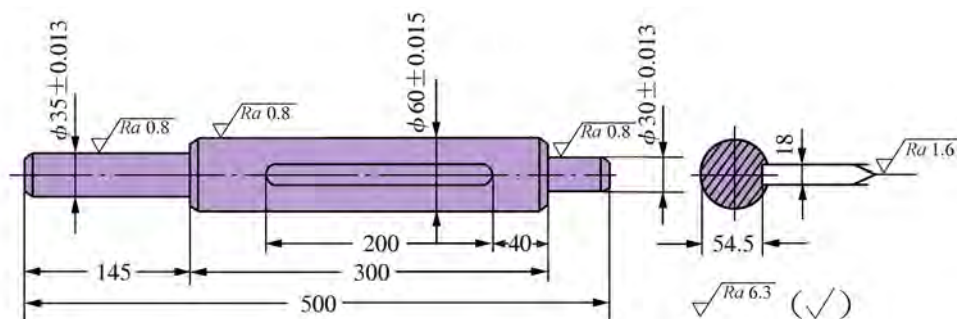

图 2.9 阶梯轴零件
(2) 表格。表格是零件加工或机器装配的常用表达形式，它的主要特点是过程严谨明确。零件加工要按照规定的程序进行，零件加工流程中的环节称作工序。例如，带键槽的阶梯轴（图 2.9）加工工艺流程可以表示为：车削端面，钻顶尖孔→粗车各外圆，半精车各外圆，倒角→钳工画键槽线→铣键槽→磨各外圆→去毛刺→检验。
为使图 2.9 所示的阶梯轴零件的加工流程更加严谨明确，可以使用表 2.1 的形式来表达。